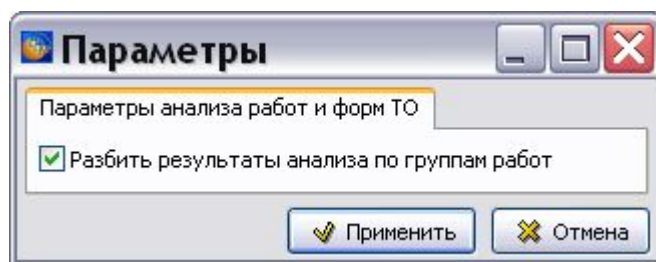

Рис. 8.168
3. В окне **Анализ** нажмите на кнопку **Применить**. После этого откроется окно **Параметры** (Рис. 8.168).